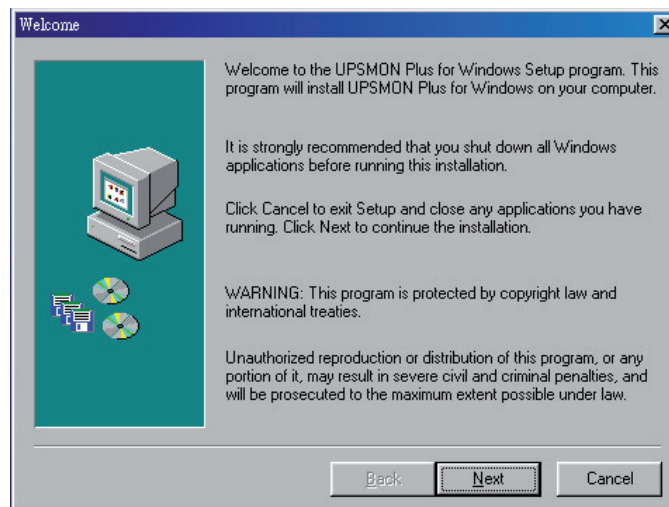

Bild 5.3
2. Ein **Welcome** Fenster erscheint, bitte lesen Sie den Text und folgen Sie den Hinweisen. Danach klicken Sie "Next". (Bild 5.3)